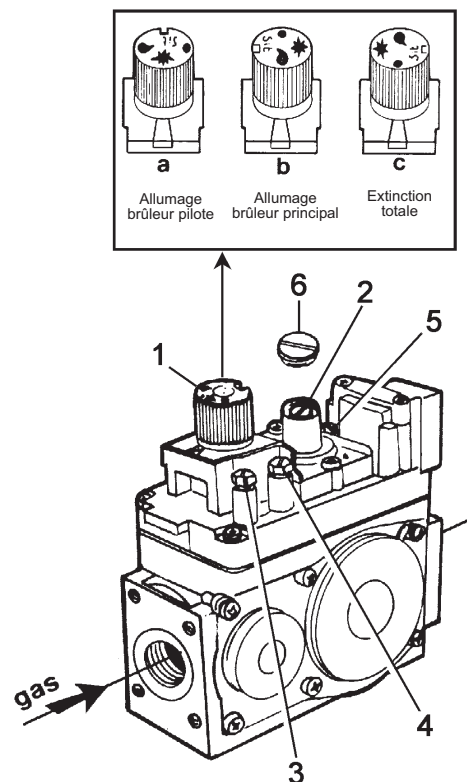

Fig. 11a
Les opérations de réglage de la pressions se font chaudière en marche et agissant sur le régulateur de pression installé sur les vannes gaz (voir fig. 11a-11b).
- 3 Ôter le couvercle de protection du régulateur de pression 6 des fig. 11a - 11b.
Le réglage de la pression-porte sur les brûleurs principaux se fait au moyen de la vis 2 (fig. 11a) : pour augmenter la pression, elle doit être tournée dans le sens des aiguilles d'une montre, tandis que pour la faire diminuer, il faut tourner cette même vis dans le sens contraire.
Le réglage du brûleur pilote se fait à vue, sans l'aide d'outils : il suffit de contrôler que la flamme enveloppe correctement le thermocouple, sans brûler du gaz en excès. Pour régler le brûleur pilote, agir sur la vis 5 (fig. 11a).
Régler la pression du gaz sur les gicleurs principaux, conformément à ce qui a été décrit plus haut, ainsi que le brûleur pilote en agissant sur la soupape de gaz (fig. 11a - 11b).